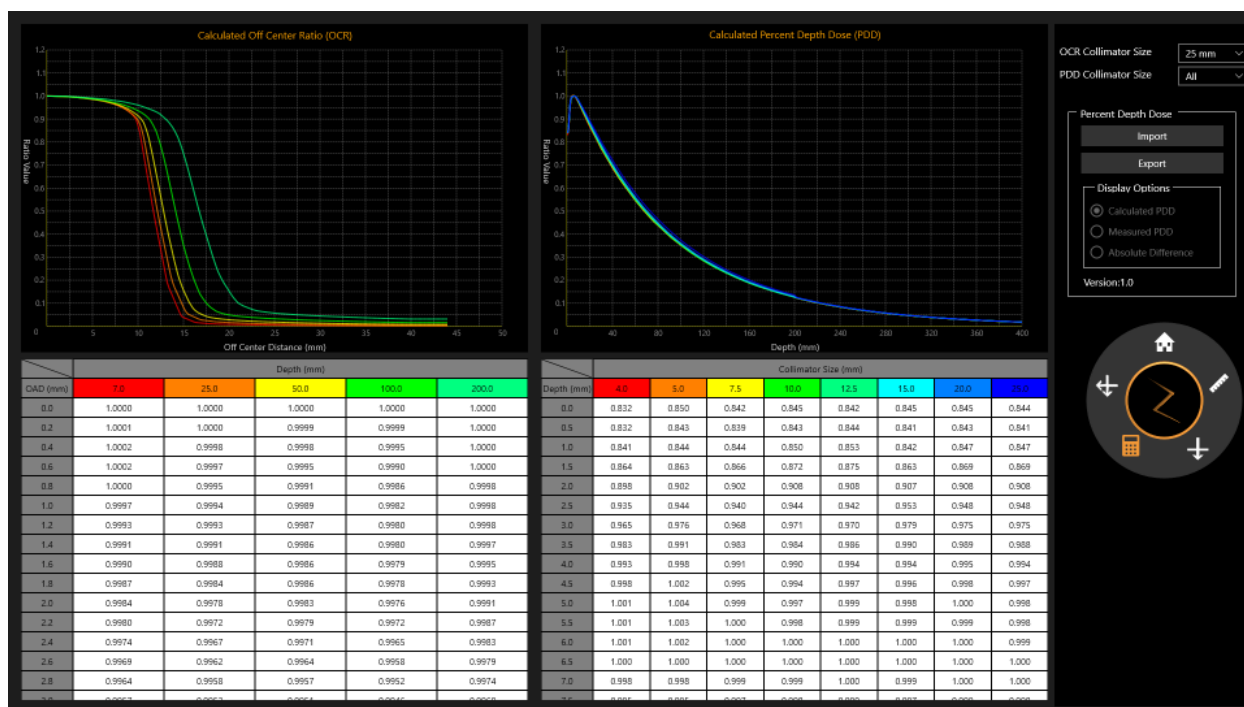

Figure 10.11 : Examen de 1 faisceau
4. Examinez le rapport hors centre (OCR) calculé (consultez la Figure 10.11).